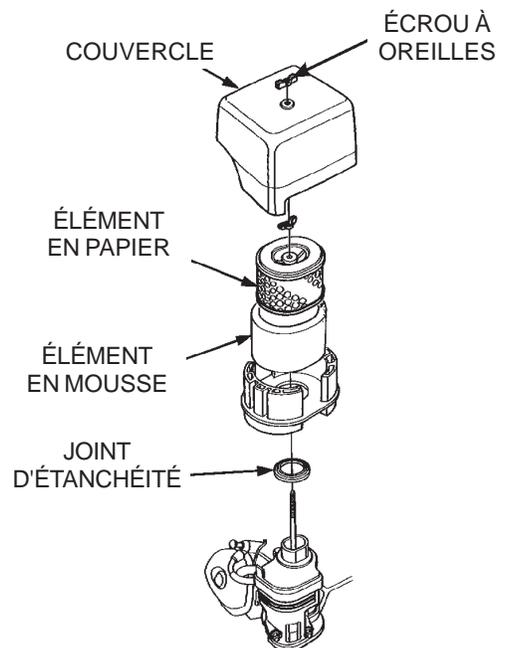

Figure 20. Filtre à air du moteur
- Retirer le couvercle du filtre à air et l'élément en mousse, comme illustré à la figure 20.
- Tapoter plusieurs fois l'élément en papier (figure 20) sur une surface dure pour en extraire la saleté ou pulvériser de l'air comprimé dans l'élément du côté boîtier du filtre à air (ne pas dépasser 207 kPa ou 2,1 kgf/cm² [30 psi]). **NE JAMAIS** dépoussiérer avec un pinceau, la poussière pourrait alors être poussée à l'intérieur des fibres. Remplacer l'élément en papier s'il est excessivement sale.